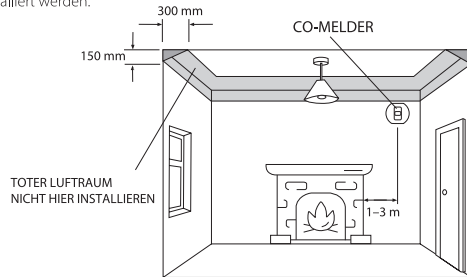

Abbildung 1: Installation in einem Raum mit einem Brennstoffverbrennungsgerät
1. Wenn Sie einen CO-Melder in einem Raum mit einem Brennstoffverbrennungsgerät installieren (siehe Abbildung 1):